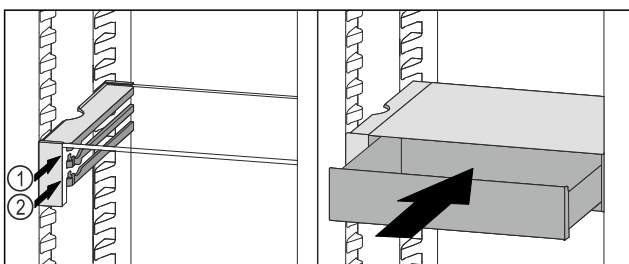

Fig. 119
- ▶ Установите выдвижной ящик VarioSafe за стопоры на требуемый выступ Fig. 119 (1) или Fig. 119 (2).